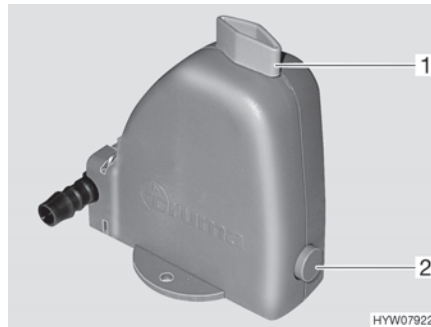

Bild 177 Sicherheits-/Ablassventil
Die Heizung ist mit einem Sicherheits-/Ablassventil (Bild 177) ausgestattet. Das Sicherheits-/Ablassventil verhindert, dass Wasser für die Warmwasser-Bereitung einfriert, wenn bei Frost die Heizung nicht eingeschaltet ist.
- Sicherheits-/Ablassventil schließen. Dazu den Drehknopf (Bild 177,1) quer zum Sicherheits-/Ablassventil drehen und den Druckknopf (Bild 177,2) hineindrücken.
- Sicherheits-/Ablassventil öffnen. Dazu den Drehknopf (Bild 177,1) längs zum Sicherheits-/Ablassventil drehen. Der Druckknopf (Bild 177,2) springt heraus. Der Brauchwasser-Behälter wird über das Sicherheits-/Ablassventil nach außen entleert.